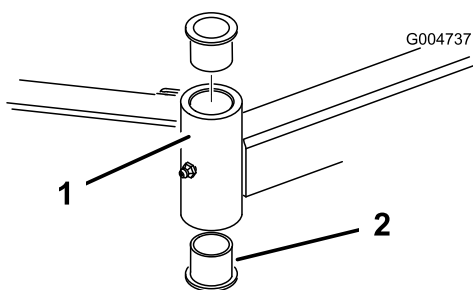

Figura 111
4. Introduza um punção para cavilhas na zona superior ou inferior do tubo de montagem e retire o casquilho para fora do tubo (Figura 111).